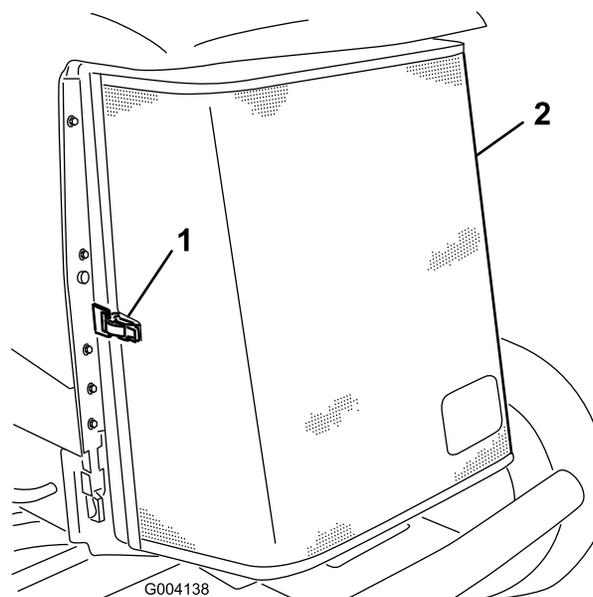

Рисунок 65
3. Откройте защелку и откиньте заднюю решетку (Рисунок 65).